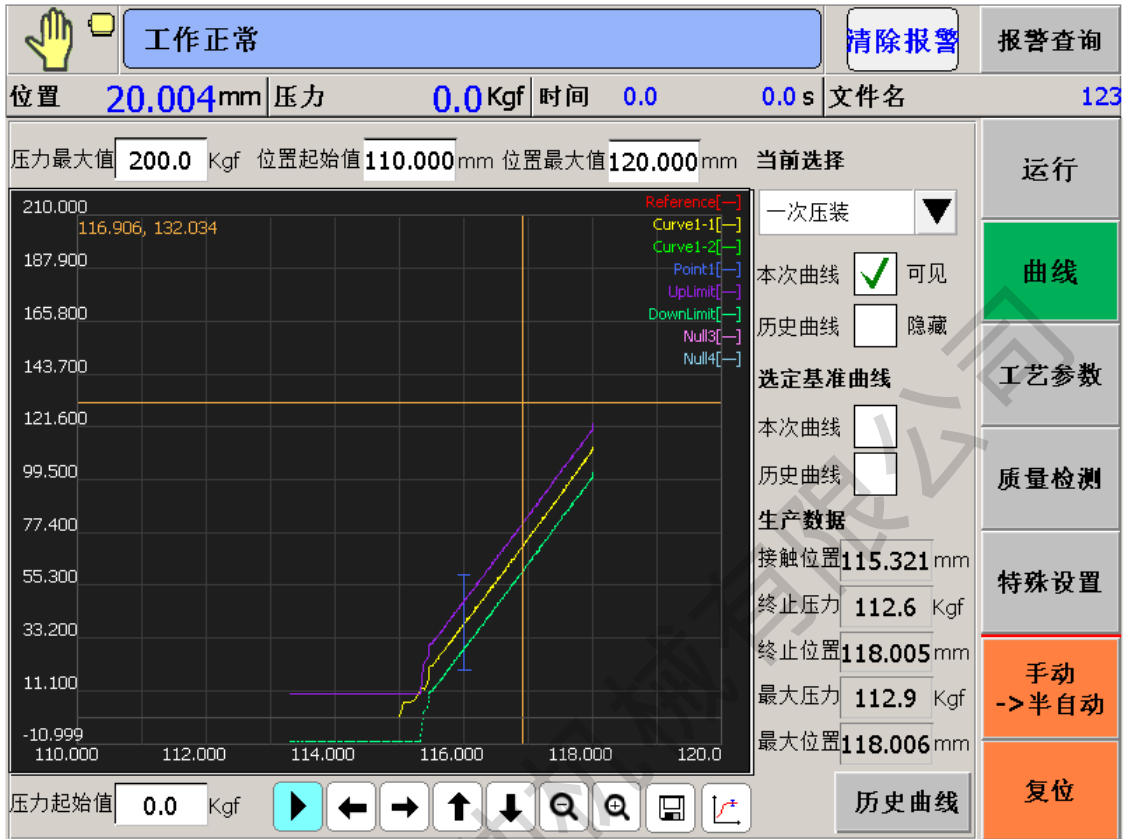

图 5-2 压装曲线页面
- 在线质量判定功能：可实现压装、检测同步执行，无需增加检测工位，即可轻松实现产品全检，系统支持点检测、区域检测、窗口检测等多种模式，压装曲线及相应的检测设置如图 5-2 所示。品检 NG 时，质量检测区域立刻变为红色，系统可根据设置执行是否自动停止运行并声光报警功能。